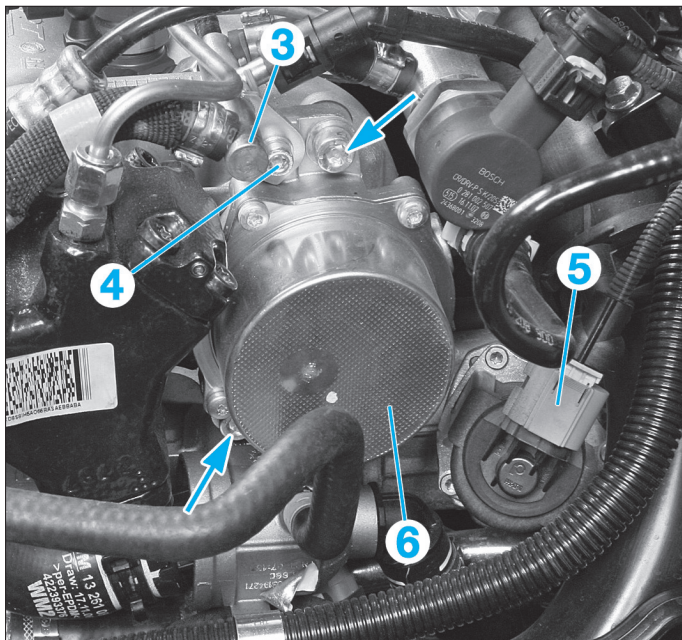

Fig. 23
• Débrancher les conduites attenantes à l'amortisseur de retour de carburant (3) puis déposer la vis de fixation (4) de ce dernier (Fig.23).